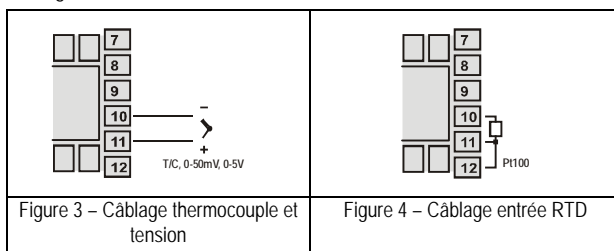

Figure 3 - Câblage thermocouple et tension
- Entrée thermocouple et tension (Volts et mV) relier comme la figure 3.